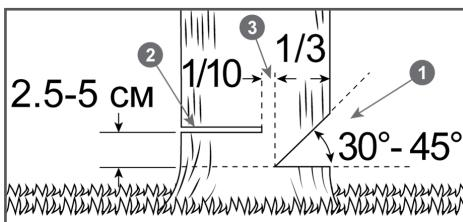

Рис. 16 Расположение запила, пропила и недопила
6. Начните пилить с той стороны дерева, куда оно должно упасть (Рис. 16). Сделайте запил 1 с той стороны, куда должно упасть дерево, глубиной примерно $\frac{1}{3}$ диаметра ствола и под углом от 30 до 45 градусов (Рис. 16). Линия стыка двух пропилов, образующая запил, называемая направляющей линией, должна располагаться как можно более горизонтально и под углом 90 градусов к направлению валки.
7. Сделайте основной валочный пропил 2 с противоположной стороны, выше основания запила на 2,5-5 см. Между основным пропилом и запилом должен оставаться недопил 3 примерно 1/10 диаметра ствола. Вставьте своевременно клин в пропил. Недопил 3 действует как шарнир и позволяет контролировать падение дерева (Рис. 16).
Ни в коем случае не допиливать до конца недопил 3 (Рис. 16), так как вы не сможете контролировать направление падения дерева.